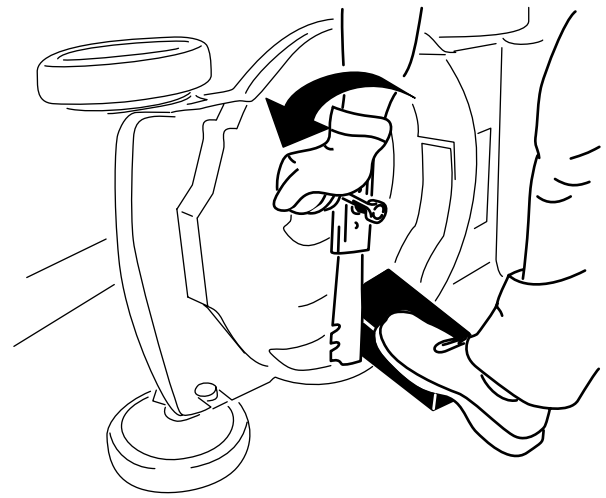

Figure 16
2. Immobilisez la lame avec un morceau de bois (Figure 16).
3. Retirez le boulon de lame et la lame; conservez le boulon de lame (Figure 16).